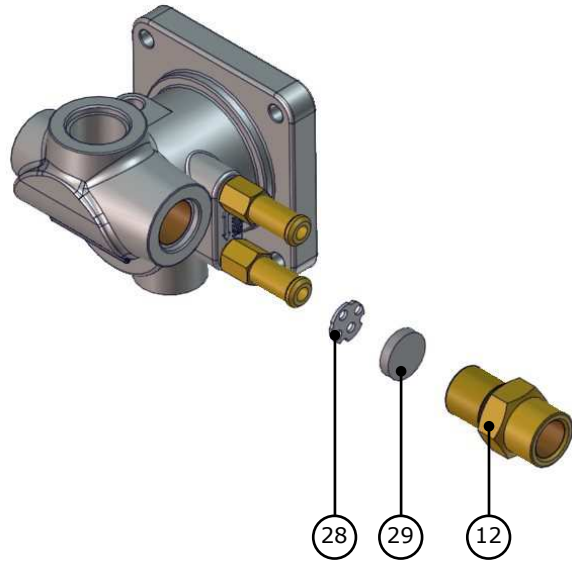

Fig. 6
- 6) Svitare il raccordo ingresso gas (12), sfilare il filtro metano (29) ed il piattellino multifori (28), (fig.6);
*Screw the gas inlet plug (12), extract the cng filter (29) and the multi-hole pan (28), (fig.6);*